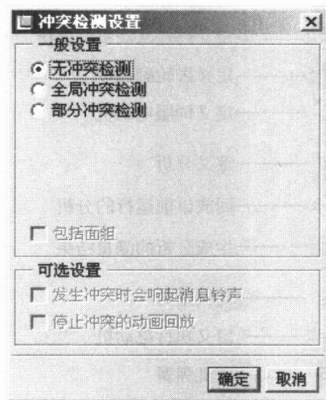

图 1-23 “冲突检测设置”对话框
② **冲突检测设置 (Collision Detection Settings)** 单击**工具 (Tools)→组件设置 (Assembly Settings)→冲突检测设置 (Collision Detection Settings)**，或者點選“回放 (Playbacks)”对话框中的“冲突检测设置”选择卡，系统将会弹出如图 1-23 所示的“冲突检测设置”对话框，用来指定结果集回放中是否包含冲突检测、包含多少、如何处理冲突以及回放如何显示冲突检测。对话框中包含以下几个区域。